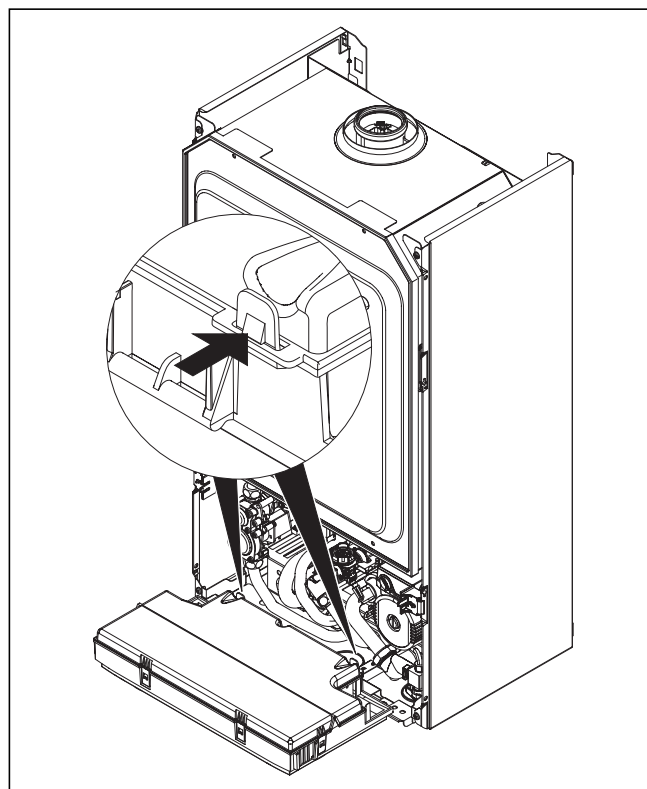

Рис. 5.7 Открывание задней стенки распределительной коробки
- Проложите сетевой кабель до уровня подключения системы в распределительной коробке, как изображено на рис. 5.7 и 5.8.
- Подсоедините сетевой провод к предусмотренным для него клеммам ⊕, N и L системы ProE (см. рис. 5.7 и 5.8).